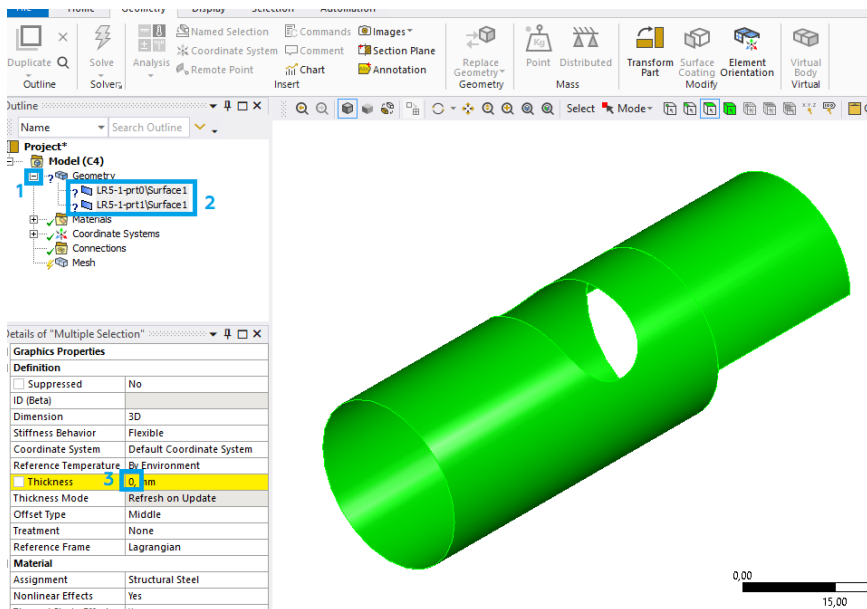

Рис. 17. Задание толщины оболочки
15.2. В открывшемся окне раскрываем вкладку Geometry (1), выделяем все поверхности (2) и задаём толщину (3) 0,2 мм (рис. 17).